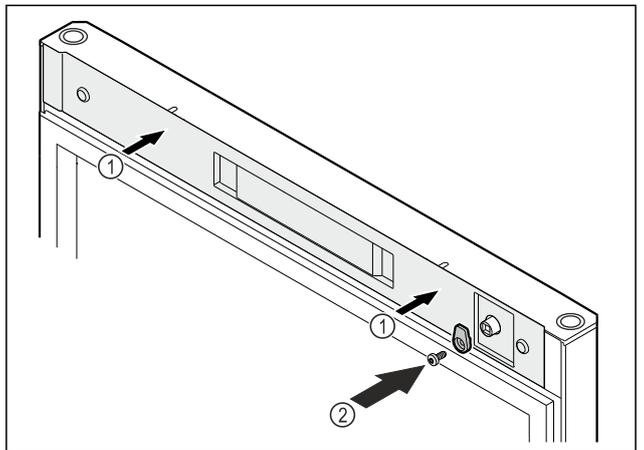

Fig. 55
- Applicare la copertura Fig. 55 (1).
- Avvitare i ganci di chiusura Fig. 55 (2).